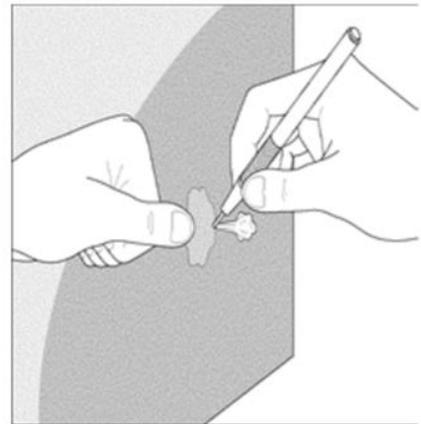

Figura 20
3. Premere l'aria intrappolata spostando il pollice verso il foro. Vedere figura 20.